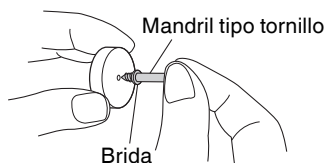

Fig. 7 (a)
2. Cómo utilizar el mandril de rueda (Fig. 7 (b))